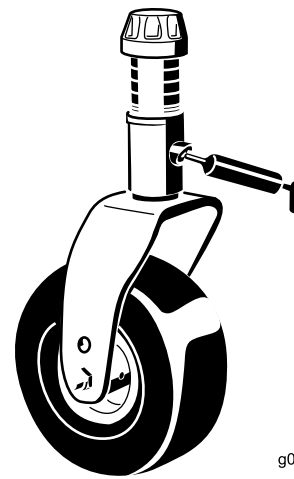

Bild 47
- Eine Laufradgabel-Wellenbüchse (Bild 47)